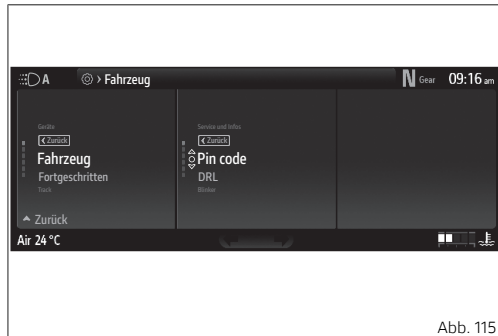

Abb. 115
- Die Angabe „PIN Code“ (Abb. 115 S.152) markieren, dann die Taste \circ drücken.